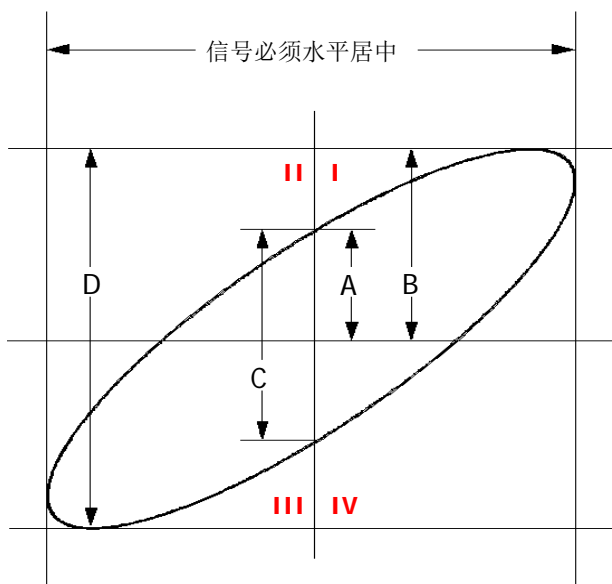

图 3-2 相位差的测量原理图
4. 观察上图的测量结果，并根据相位差测量原理图（图 3-2）可得  $A/B(C/D)=1$ ，即两个通道输入信号的相差角为  $\theta=\pm\arcsin 1=90^\circ$ 。